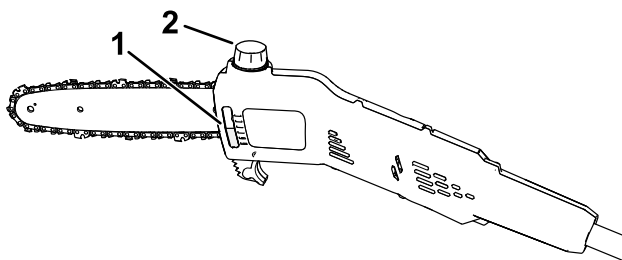

Figura 17
2. Observe el nivel de aceite en la mirilla. Si el aceite no llena la mirilla, añada la cantidad necesaria de aceite para cadenas (Figura 17).
4. Limpie la zona alrededor del tapón de aceite (Figura 17).
5. Retire el tapón y vierta aceite para cadenas de sierra en la sierra de pértiga hasta que el aceite llene el depósito (Figura 17).